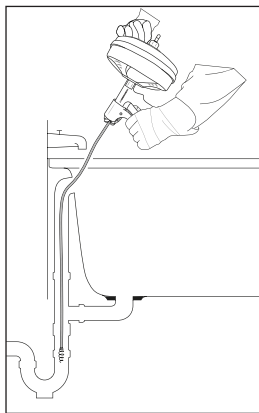

Fig. 2
- Pour les baignoires, ne faites jamais passer la spirale **8** par le tuyau d'évacuation. Cela endommagerait la spirale **8**. Passez au contraire toujours par le trop-plein (voir fig. 2).